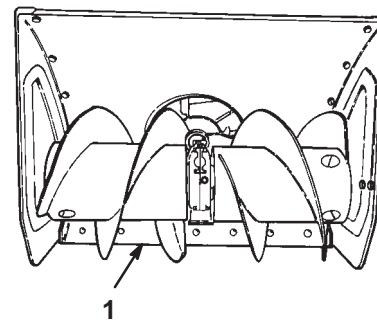

Bild 9
2. Stellen Sie die Schneefräse auf einer ebenen Fläche ab und stellen Sie sicher, dass die Schürfleiste (Bild 9) parallel zum Boden steht. Wenn das nicht der Fall ist, stellen Sie die Schürfleiste ein; siehe Einstellung der Kufen und der Schürfleiste auf Seite 22.